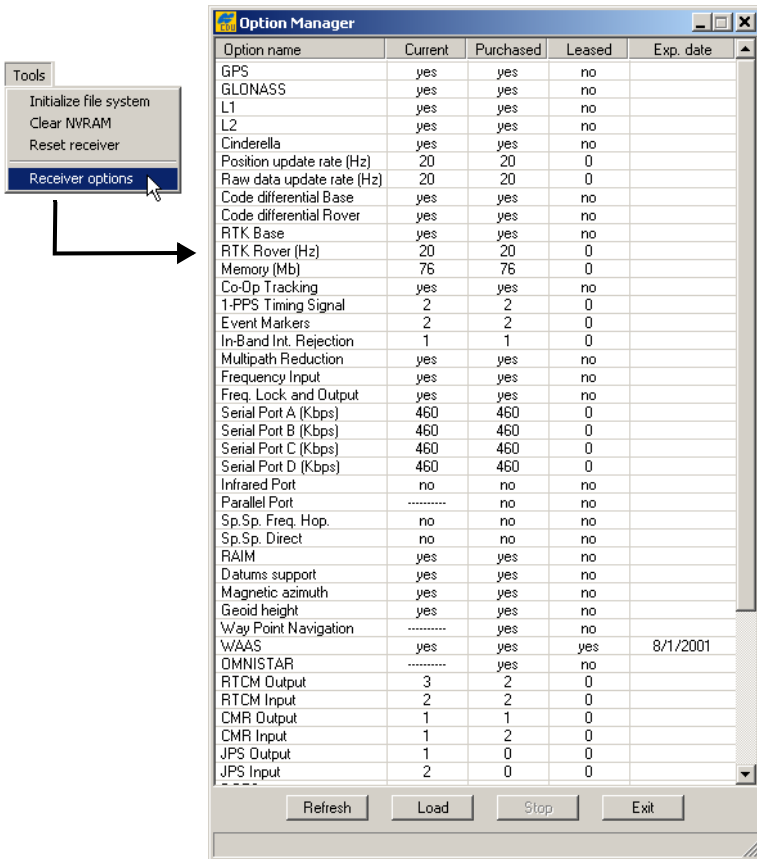

Figura 5-15. Visualización del Gestor de Opciones
2. Haga clic en **Tools ▶ Receiver Options** (Herramientas ▶ Opciones del Receptor). El cuadro de diálogo *Options Manager* (Figura 5-15 de la página 5-12) contiene la siguiente información:
2. Haga clic en **Load** (Cargar) en la parte inferior del cuadro de diálogo *Option Manager* (consulte la Figura 5-15 en la página 5-12).